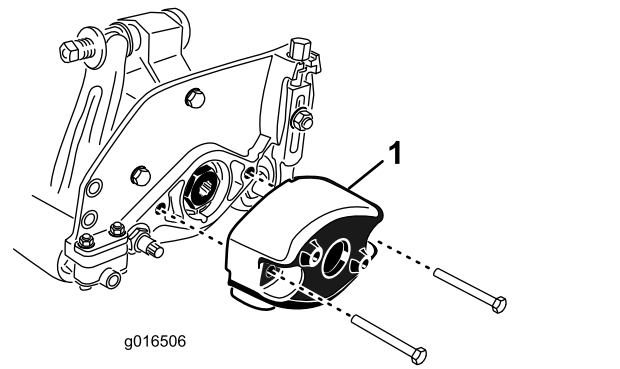

Figure 9
1. Retirez les 2 boulons de fixation du contrepoids à l'extrémité gauche de l'unité de coupe. Déposez le contrepoids (Figure 9).
5. Sur le côté droit de l'unité de coupe, enduisez le joint torique d'une fine couche d'huile et posez le contrepoids avec les boulons retirés précédemment (Figure 9). Serrez les boulons à un couple de 16 à 20 N·m.